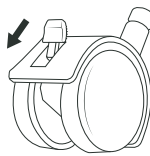

Abb. 2
- ◆ Drücken Sie die Hebel an den beiden Rollen mit Feststellhebeln **9** nach unten, wenn Sie das Gerät an einer Stelle abgestellt haben, um ein Fortrollen des Gerätes zu vermeiden (siehe Abb. 2).